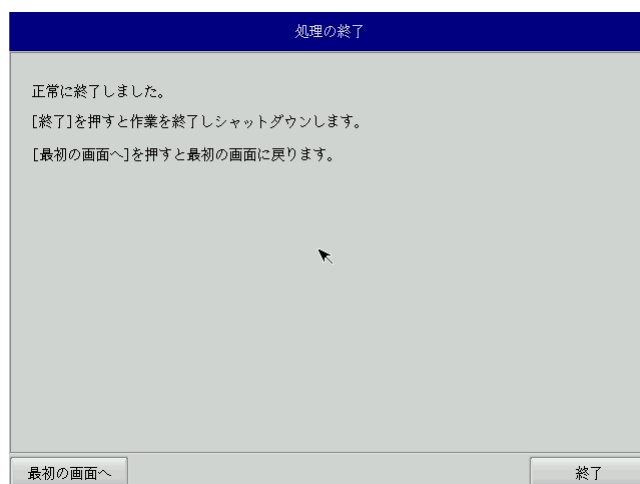

図 6-2-7. 終了画面
- ⑪ 終了画面（図 6-2-7）が表示されると工場出荷イメージの書込みは完了です。[終了]ボタンを押して電源を落とし、DVD ドライブを外します。